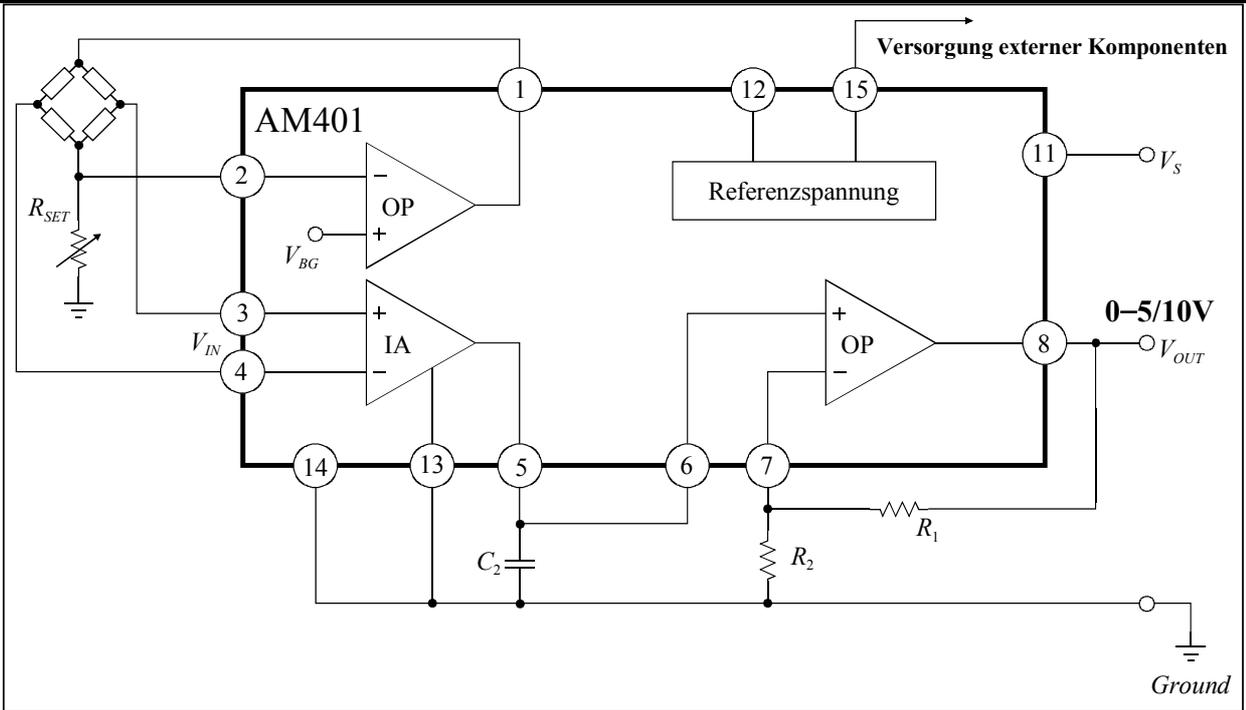

图 3：工业标准电压输出应用（传感器恒流源供电）
**例子 2：**图 3 的应用是典型的工业标准输出的应用例子。输出电压范围是 0–5/10V。传感器是通过 AM401 提供的恒流源供电的，电流大小可以通过  $R_{SET}$  调整。参考电压源可以为其它的外接电路比如 A/D 转换电路或者微处理器提供电源。